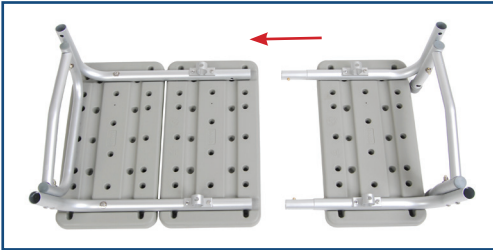

figura 1
3. Deslice la sección más pequeña del asiento dentro de la sección más grande al presionar las clavijas a presión e introdúcelas dentro de los receptáculos. Los botones de ajuste a presión sobresaldrán al asegurarse. (Figura 1)